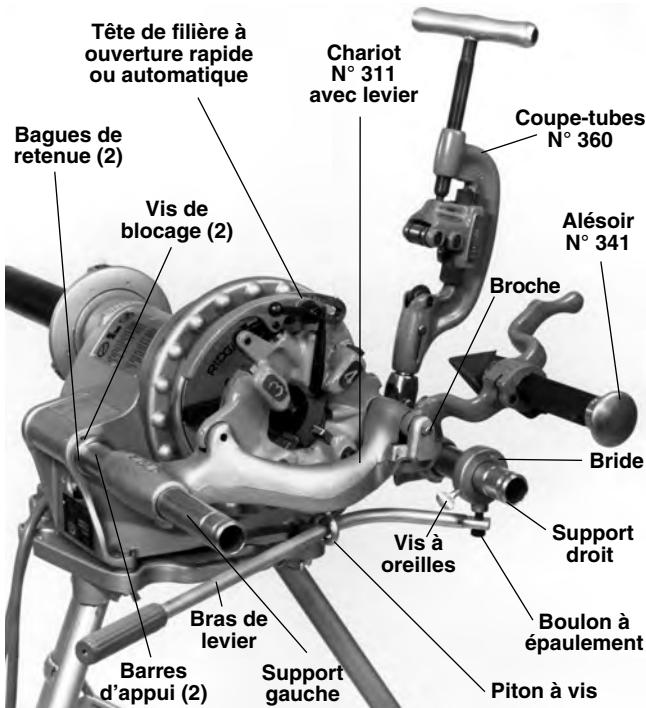

Figure 4 – Système d'entraînement N° 300 avec chariot N° 311A, coupe-tubes N° 360, alésoir N° 341 et tête de filière
1. Examinez les barres d'appui pour vous assurer qu'elles sont en position avancée et retenues par deux (2) bagues de retenue. Les vis de blocage des bagues de retenue doivent être serrées (Figure 4).
2. Vissez le piton sur le chariot N° 311A. Passez le bras de levier par l'oeil du piton et fixez-le sur la bride à l'aide du boulon à épaulement (Figure 4).
4. Montez le coupe-tubes N° 360 et l'alésoir N° 341 en introduisant la barre dans l'encoche prévue dans le chariot, puis en le fixant à l'aide de la broche d'entraînement (Figure 4).